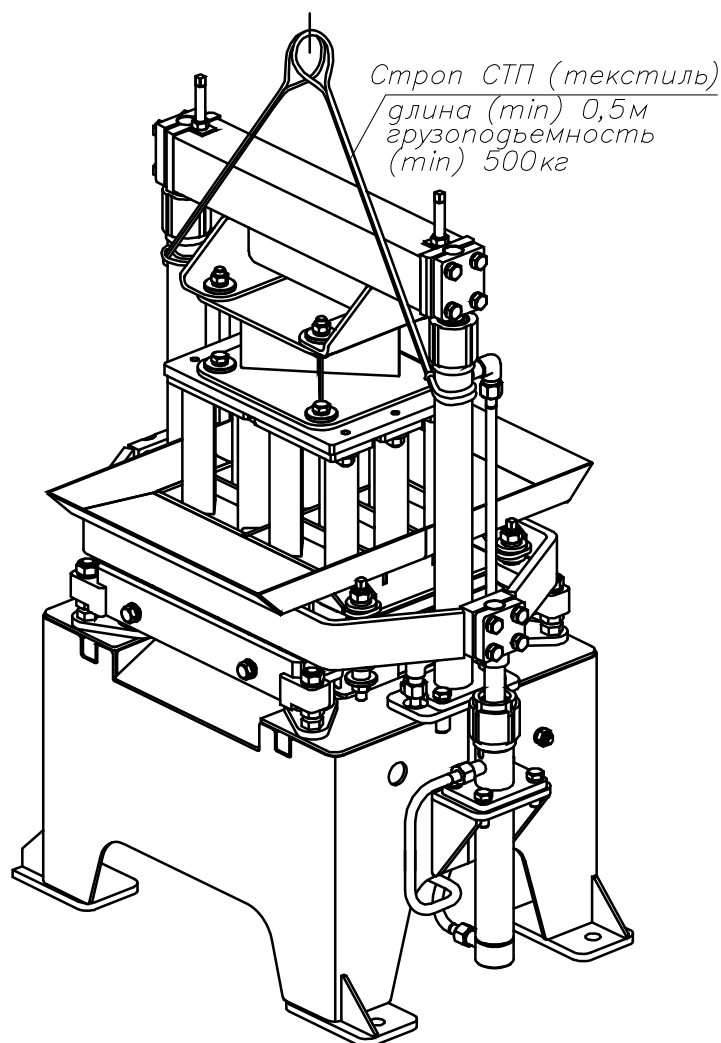

Рис. 20. Схема строповки вибропресса.
3.16. Схема строповки вибропресса показана на рис. 20